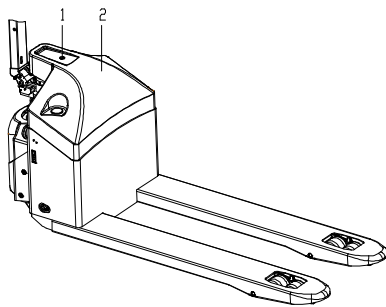

Рис. 11
- (Рис.11) выкрутите винт 1 и снимите крышку 2;